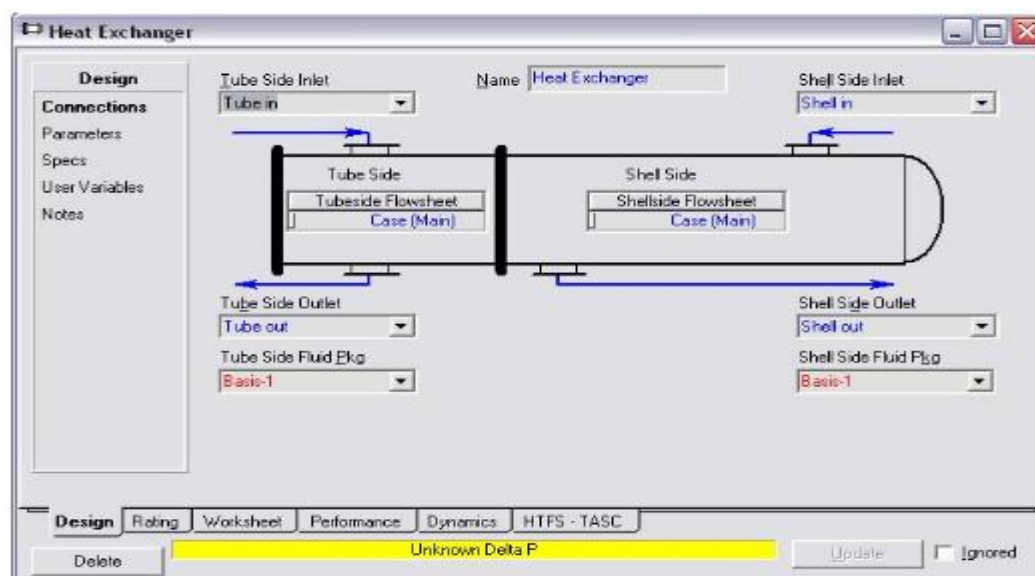

Fig.V.1
- Double-clic sur l'échangeur, cela ouvrira la fenêtre de la Figure V.1.,
- Connecter les courants d'alimentation à l'échangeur comme indiqué sur la Figure V.1,